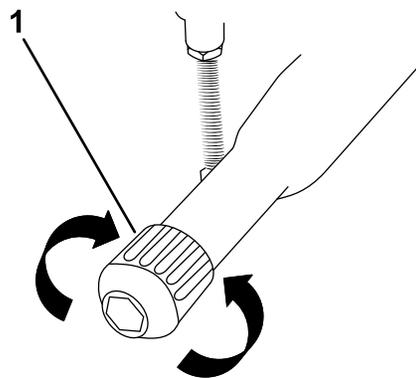

Figure 31
- **Desserrage du frein de stationnement :** (Figure 31).
4. Tournez le bouton du frein de stationnement **dans le sens antihoraire** (Figure 31).
- **Serrage du frein de stationnement :** (Figure 31).
4. Tournez le bouton du frein de stationnement  **dans le sens horaire**  (Figure 31).